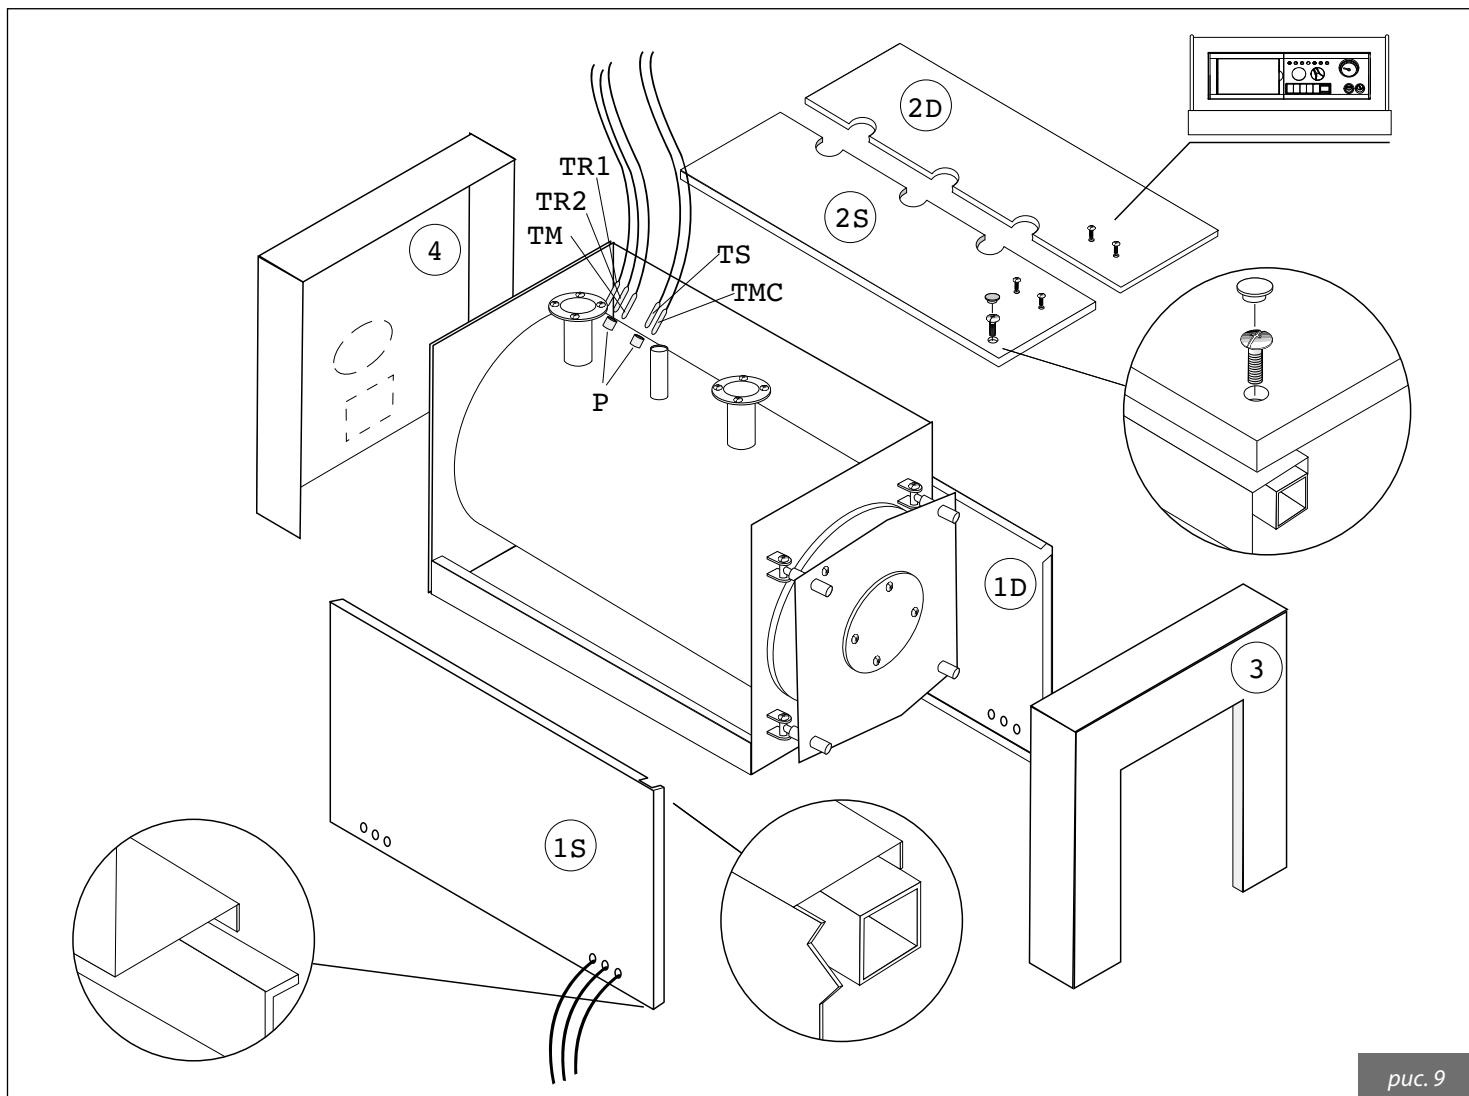

рис. 9
## 4.1. Обшивка котла панелями для RODI DUAL и RODI DUAL HR 70÷400 (рис. 9)
- ф) Закрепить верхние панели винтами и закрыть проходные отверстия заглушками (см. рис. 9).
- г) Установить панели (3) и (4), прикрепляя их к боковым панелям